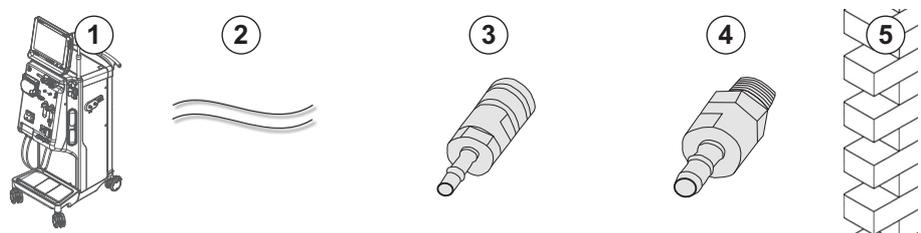

Fig. 4-7 Raccords Aquaboss distribution centralisée des concentrés
- Raccord concentré femelle (Fig. 4-7, ③) (côté appareil), matériau 1,4529 EPDM
- Raccord mâle concentré AISI 316L (④, côté mur), matériau 1,4529 EPDM
1. Connecter le raccord concentré femelle ③ au tuyau de distribution centralisée des concentrés ② provenant directement de l'appareil.
2. Connecter le raccord concentré femelle ③ au raccord concentré mâle ④ fixé au mur.